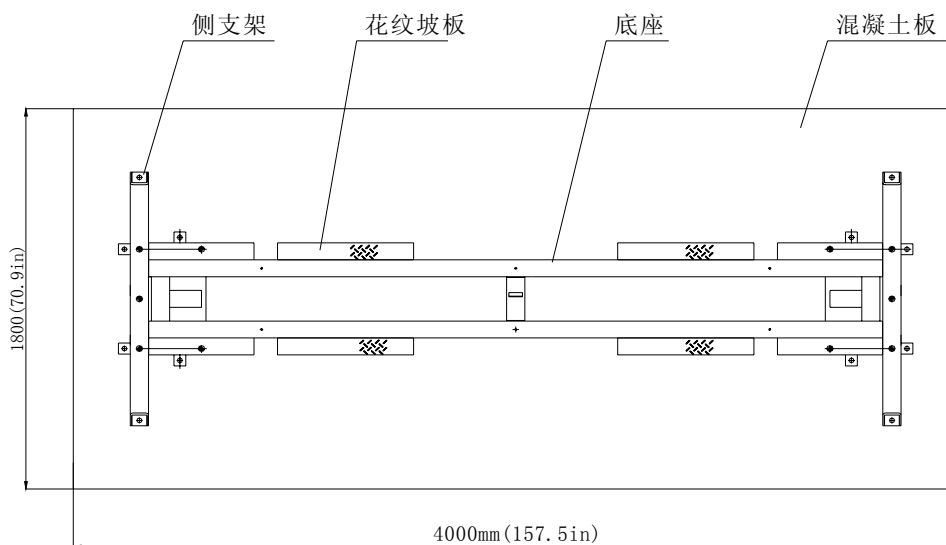

图 7b
TLT235SBA (E) 机型：底座与四件花纹坡板，通过紧固件连接。（如图 7b 所示）